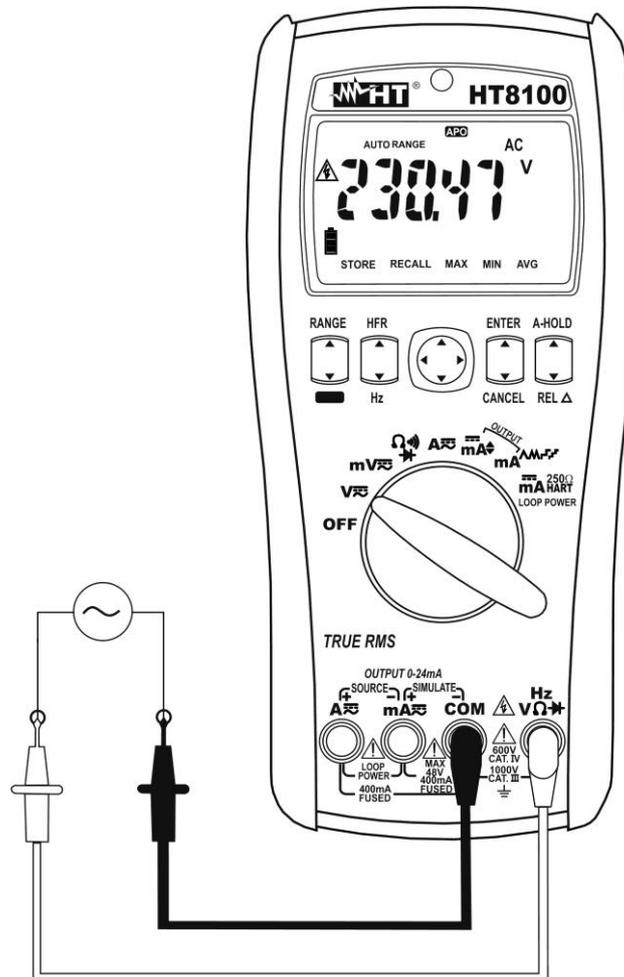

Fig. 3: Uso do instrumento para a medição de Tensões CA
4. Inserir o cabo vermelho no terminal de entrada **HzVΩ** e o cabo preto no terminal de entrada **COM** (ver Fig. 3).